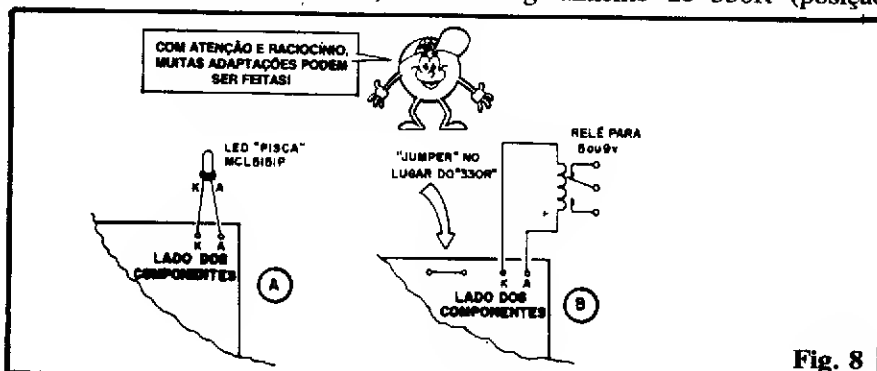

Fig. 8
- **FIG. 8-A** - Quem quiser uma manifestação mais dinâmica, pode substituir os dois LEDs comuns por um único LED do tipo "pisca-pisca" (código MCL5151P), que deve ser ligado à placa conforme mostra o diagrama. No caso, "ouvindo" o som, o circuito disparará os lampejos luminosos (cerca de 3 por segundo) ao longo dos mais ou menos 5 segundos da temporização natural. Como agora o LED é único, quem quiser instalá-lo num boneco, "animalzinho", robô, etc., poderá fazê-lo no "nariz" da figura.
- **FIG. 8-B** - Não só de brincadeiras vive o circuito do BICHINHO ESCUTADOR! Quem quiser uma aplicação mais séria, na função de "chave acústica" capaz de acionar cargas realmente "pesadas", originalmente alimentadas por CC ou CA, pode acoplar um relê, cuja bobina deverá ser para 6 ou 9 volts (de acordo com a tensão de alimentação escolhida para o circuito), ligando-o conforme o diagrama, não esquecendo, porém, de remover o resistor originalmente de 330R (posição